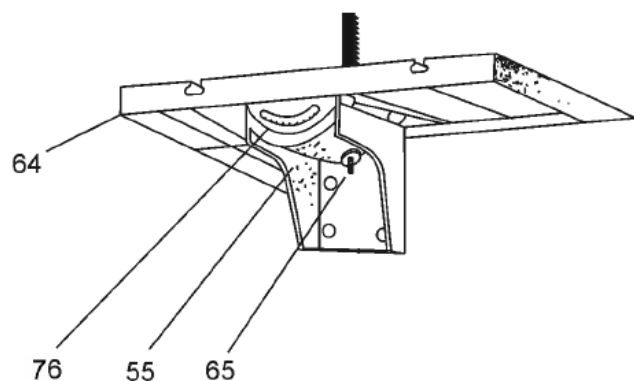

Рис. 1
- 1.5. Установить рабочий стол (поз. 64) вместе с опорой стола (поз. 76) на наклоняемую опору (поз. 55) и закрепить болтом (поз. 65) с гайкой (**Рис. 1**).